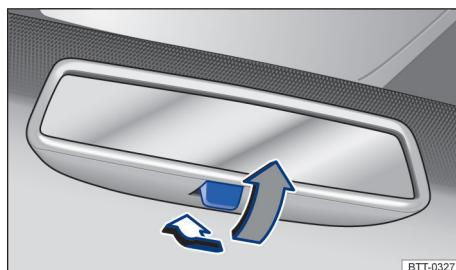

Fig. 78 No para-brisa: espelho retrovisor interno com antiofuscante manual.
- Posição noite: puxar a alavanca → **Fig. 78** (seta cinza), para evitar o ofuscamento pelos faróis dos veículos que trafegam atrás.